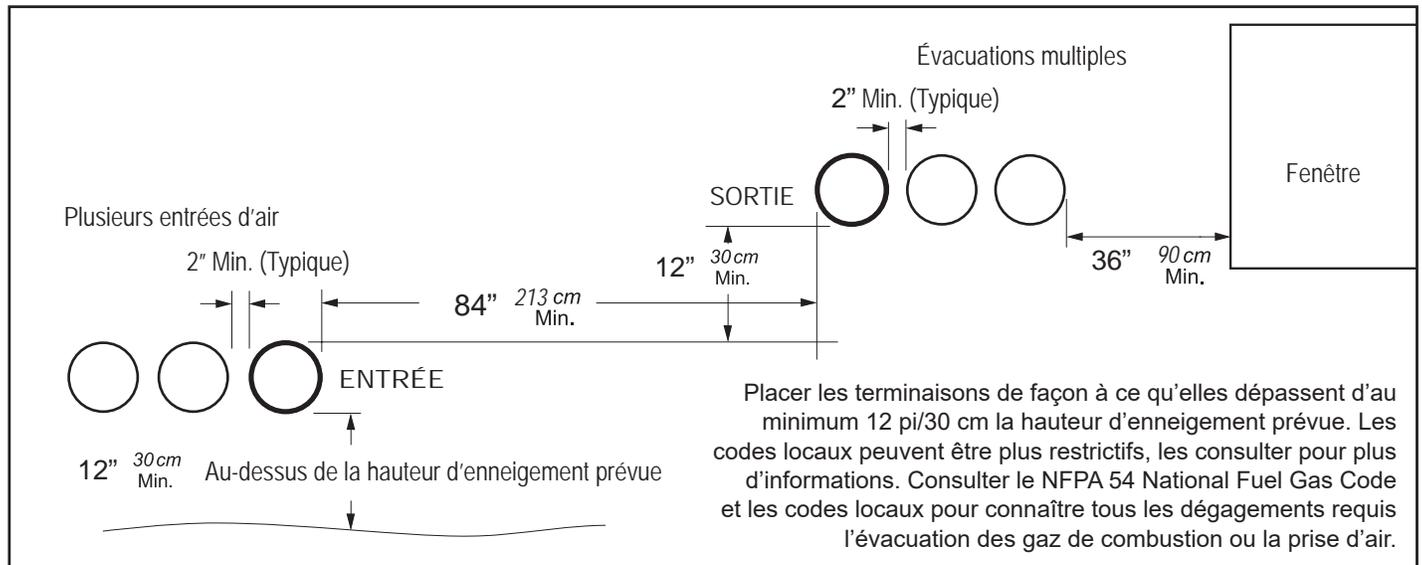

Figure 2. Distances minimales des prises d'air/évacuation murales pour un ou plusieurs appareils
1. La Figure 2 illustre les exigences en termes de dégagements des terminaisons d'évacuation des gaz de combustion pour les États-Unis et le Canada.
4. Si l'appareil est installé sur le même mur que les conduites de prise d'air/évacuation, consulter la Figure 2 pour repérer les emplacements d'installation.
5. En présence de plusieurs kits d'évacuation des gaz de combustion, maintenir une distance horizontale minimale de 84 po/213 cm entre le groupe d'admission et le groupe d'évacuation. (Voir Figure 2.)
6. Le conduit d'évacuation des gaz de combustion doit être placé, au minimum, à 12 pi/30 cm verticalement et 84 po/213 cm horizontalement de l'admission d'air. (Voir Figure 2.)